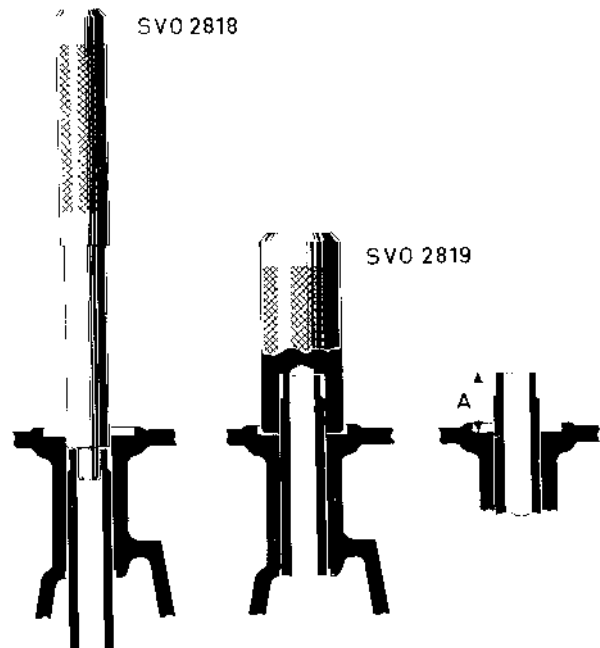

Bild B4 Byte av ventilstyrningar
1. Pressa ur de gamla styrningarna med verktyg SVO 2818. Se bild B4.